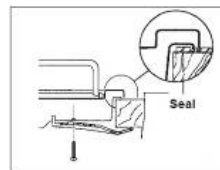

Figura 7
- Fije la cocina con las abrazaderas de fijación y los tornillos correspondientes, como se muestra en el esquema. Cuando los tornillos se hayan apretado, puede retirarse el precinto sobrante. (Véase la Figura 7\*)